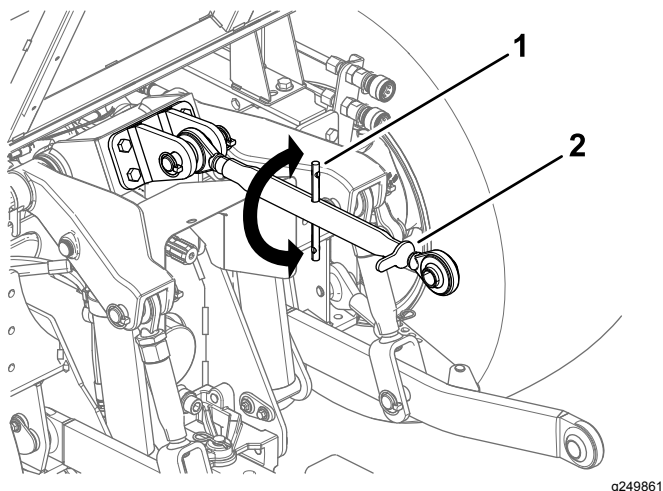

Figura 22
1. Desaperte a porca de retenção da articulação superior (Figura 22).
3. Aperte a porca de bloqueio (Figura 22).